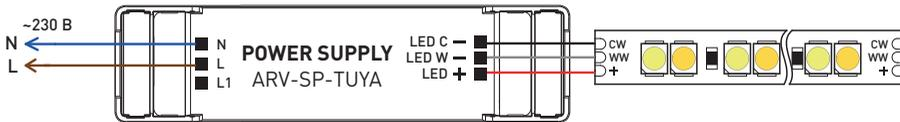

Рис. 2. Схема подключения двухканального источника питания (для арт. 052988, 052990)
- 3.7. Подключите светодиодную нагрузку согласно схеме, поставяемой с этой нагрузкой, к выходным клеммам источника питания со стороны **OUTPUT**, строго соблюдая полярность: «общий +» на нагрузке — к «плюсовому» выходу источника (LED+), «холодный белый -» на нагрузке — к «минусовому холодному белому» выходу источника (CW-), «теплый белый -» на нагрузке — к «минусовому теплому белому» выходу источника (WW-) (пример подключения на рис. 2).